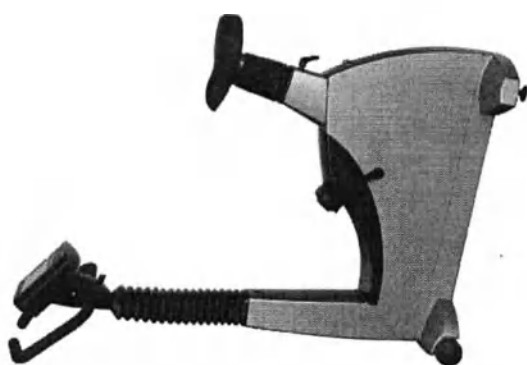

Рис. 3-3 Монтажное положение
- До упора наклоните эргометр вперед и аккуратно поставьте его на рукоятки (рис. 3-3).